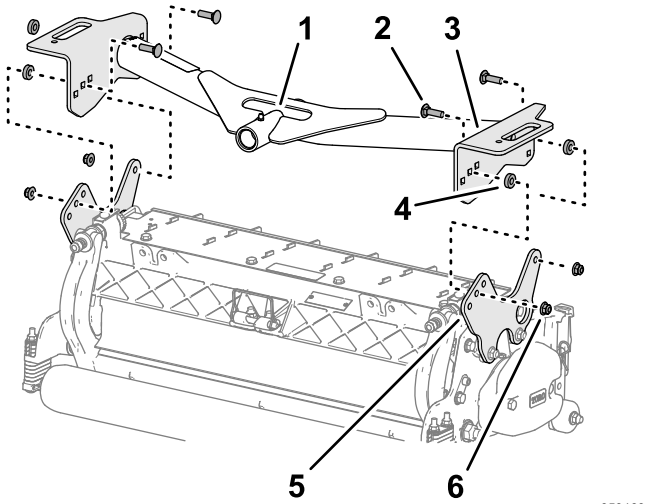

Figura 19
1. Alinee los taladros de las placas del bastidor de tiro delantero con los taladros de las placas de montaje de la unidad de corte (Figura 19).
2. Alinee un espaciador entre la placa de tiro y la placa de montaje (Figura 19), y monte provisionalmente las placas y el espaciador con un perno de cuello cuadrado ($\frac{3}{8}$ " x $1\frac{1}{4}$ ") y una contratuerca con arandela prensada ($\frac{3}{8}$ ").